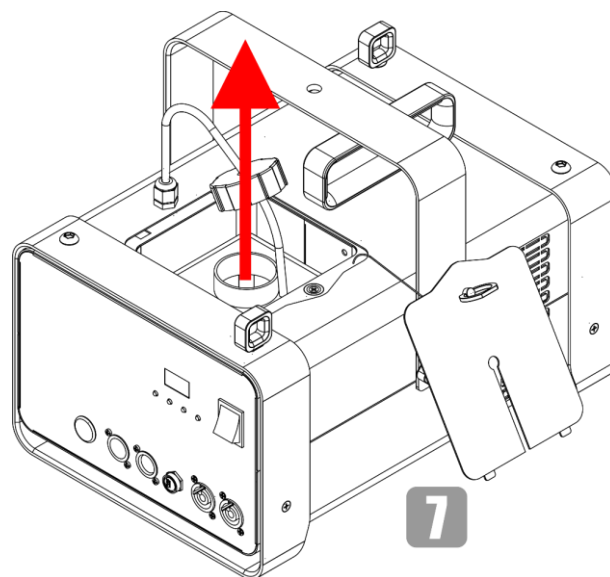

Fig. 14
- 07) Estrarre il serbatoio del liquido, come indicato nella Fig. 14.